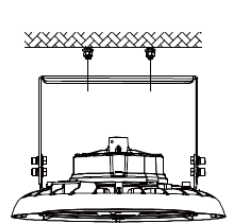

Fig. 5
5. Installer le luminaire (avec le support en étrier fixé), remettre la rondelle et l'écrou en place, puis serrer. (Fig. 5 et 6)